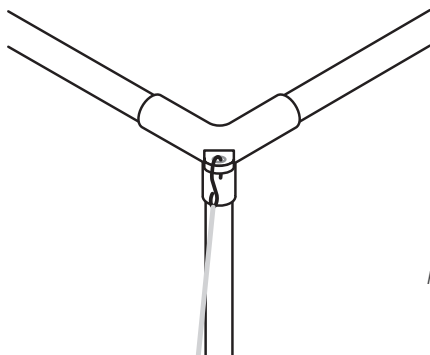

Figure 12
2. Fixez le crochet en S du tendeur à la boucle du connecteur d'angle (figure 12).
1. Fixez le crochet en S de la sangle à la boucle du connecteur d'angle (figure 12).